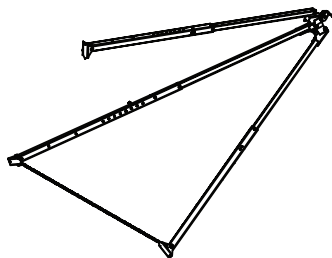

Fig. 5b
5. Retirer la broche de retenue du câble [13] de l'assemblage de la poulie supérieure [14] et acheminer le câble [12] sur la poulie. Tirer une longueur suffisante de câble à partir du treuil [8] pour atteindre la poulie à travers l'assemblage de tête [15] sur 5 pi. Réinstaller la broche de retenue du câble [13] et remettre le trépied en position verticale (voir fig.5b, 5c).